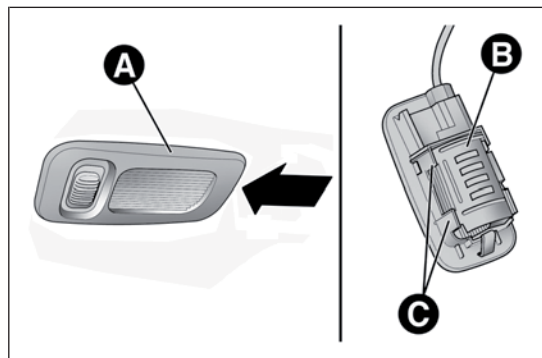

РИС. 149
- опустите солнцезащитный козырек и снимите плафон А РИС. 149, действуя в показанной стрелкой точке;
- установите защитную крышку В РИС. 149 между выступами С;